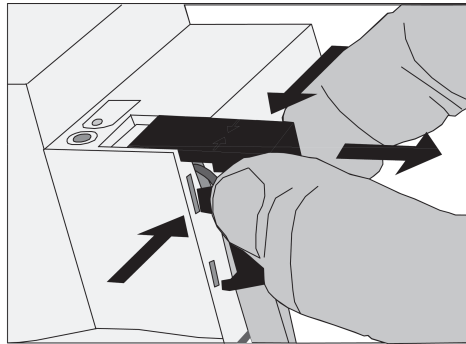

Bild 5: Ta av locket
- Tryck på skyddslockets sida och dra av det (se bild 5).